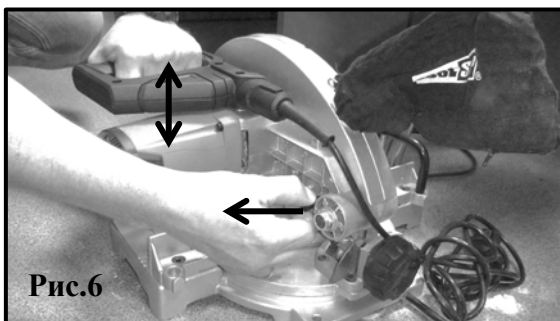

Рис.6
**Поднимите режущую голову (рис.6).**